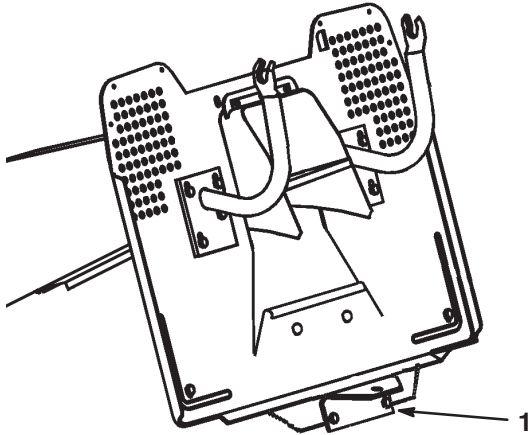

Bild 17
2. Installieren Sie das Zusatzgerät an der Anbauvorrichtung, die sich hinten am Traktor befindet (Bild 17).